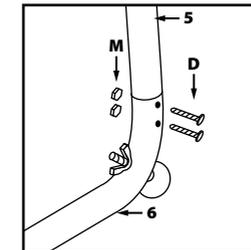

Fig. 8
- Sélectionnez les éléments **5** et **6**. Reliez l'élément **5** à l'élément **6**, à l'aide des fixations **D** et **M** (**Fig. 8**).